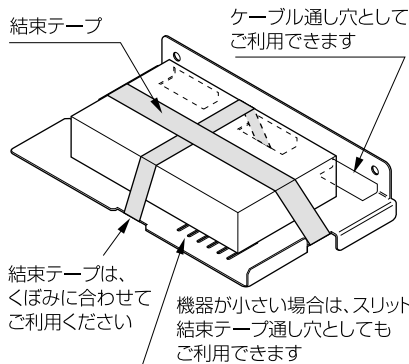

図2 小型機器横置き
・通信機器用棚板・基板用の取付許容質量を守りご使用ください。(図2、図3参照) 機器取り付けの際、許容質量を超えて取り付けると棚板が変形・落下し、機器の故障やケガの原因となる可能性があります。
2) 付属の結束テープをご利用いただくことにより、小型機器を固定することができます。結束テープは、機器の大きさに合わせて必要な長さにカットしてご利用ください。(図2、3参照)